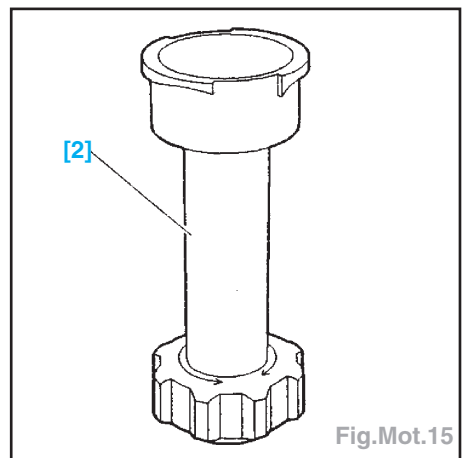

Fig.Mot.15
- 2 - adaptateur pour cylindre de charge 4222-T (Fig.Mot.15).